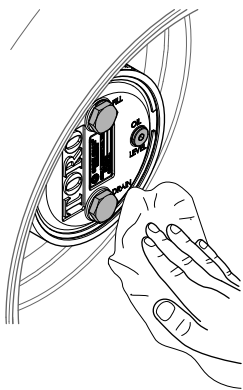

Figure 85
- Essayez soigneusement les carters de frein et de train planétaire (Figure 85).